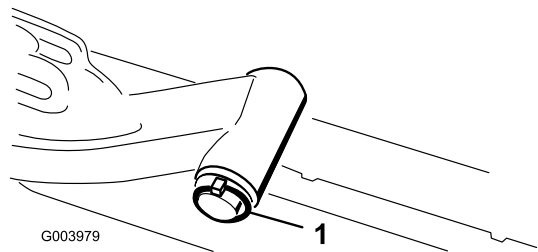

**Figura 10**
8. En las unidades de corte delanteras, deslice una unidad de corte debajo del brazo de elevación mientras introduce el eje del bastidor de tiro en la horquilla de pivote del brazo de elevación (Figura 10).
- B. Introduzca la horquilla del brazo de elevación en el eje del bastidor de tiro (Figura 10).